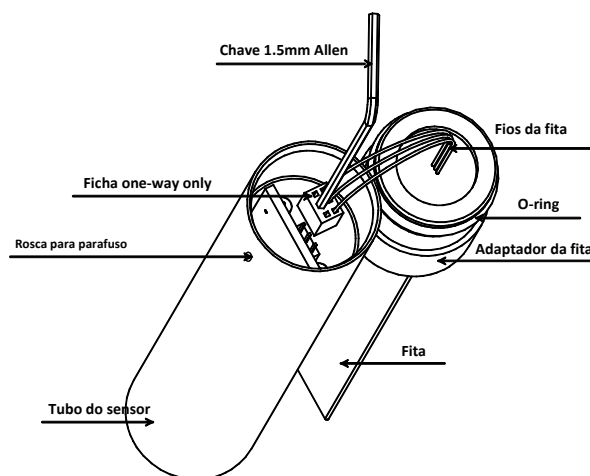

Figura 10-9
- Veja a Figura 10-9.
- Com uma mão segure o sensor e o adaptador da fita, como mostra a Figura 10-9.
- Com a outra mão insira a ficha no ligador do sensor com a chave Allen 1.5 para ligação do sensor. Note que só poderá ligá-lo da maneira correcta. Os fios serão alojados no lado oposto do circuito impresso, como mostra a Figura 10-9.